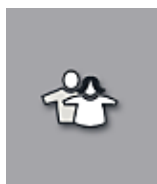

Fig. 26
2. Esempio: Tenendo premuto il tasto standard "a" si aprono altre opzioni di selezione (→ Fig. 26).